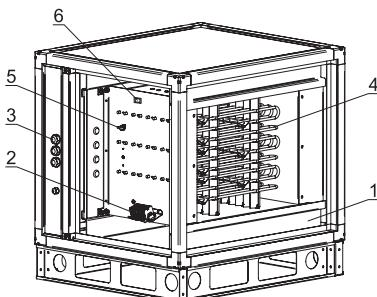

Рисунок 12
Секция воздухонагревателя (рис.12) предназначена для нагрева воздуха, подаваемого установкой в обслуживаемое помещение и представляет собой корпус, расположенный на направляющих (1), в котором находятся обогревенные ТЭНы (4). Электрический воздухонагреватель имеет встроенную защиту от перегрева – два независимых биметаллических термовыключателя с самовозвратом. Один (6) с температурой срабатывания 70°C как защита против перегрева, а второй (5) с температурой срабатывания 130°C для защиты от пожара. Отсек электроподключения расположен за съёмной панелью. Подключение питания к электрокалориферу (нагревателю) осуществляется через клеммную колодку (2), установленную на нем.